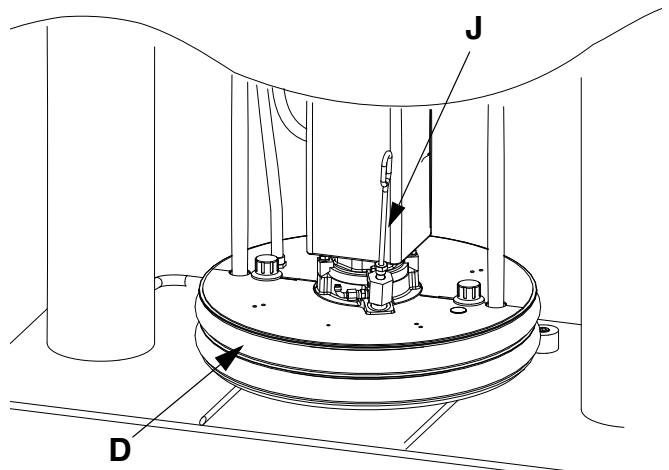

FIG. 17: Plato calentado
3. Lubrique las juntas del plato (D) con grasa u otro lubricante compatible con el fluido que bombeará.
5. Coloque un bidón de fluido lleno en la base del elevador, deslícelo hacia atrás contra los topes para bidón y céntrelo debajo del plato (D). Hay disponible un kit de rodillos para bidón para facilitar la carga del bidón en la base. Pida el kit 255627.
6. Retire la varilla de purga de la lumbrera de purga (J) del plato. Vea la FIG. 17.